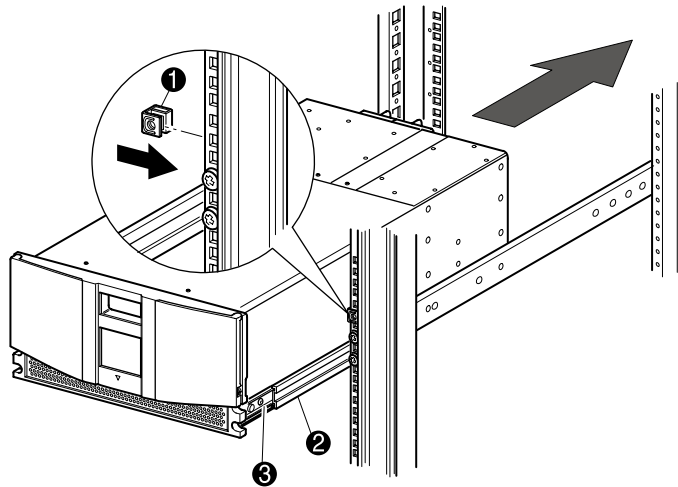

図2-4. ライブラリの取り付け
3. 2個のスライドオン ケージ ナットを取り付けます。このとき、ストレージキャビネットの正面側の各垂直レールにあるレール ブラケット ネジの上に、2つのラック ユニットの位置を合わせます（図2-4を参照）。
- ライブラリの内側のスライドレールを、引き出した中間スライドレールの中に、慎重に挿入します(図2-4を参照)。